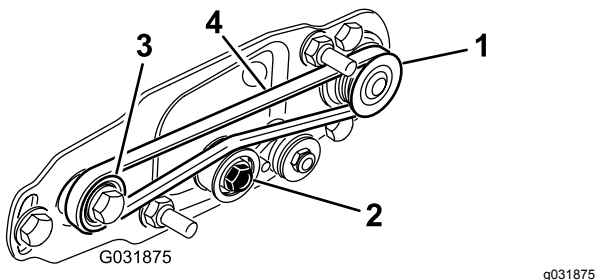

Figure 26
- A. Passez la courroie autour de la poulie d'entraînement puis sur le dessus de la poulie de tension (Figure 26).